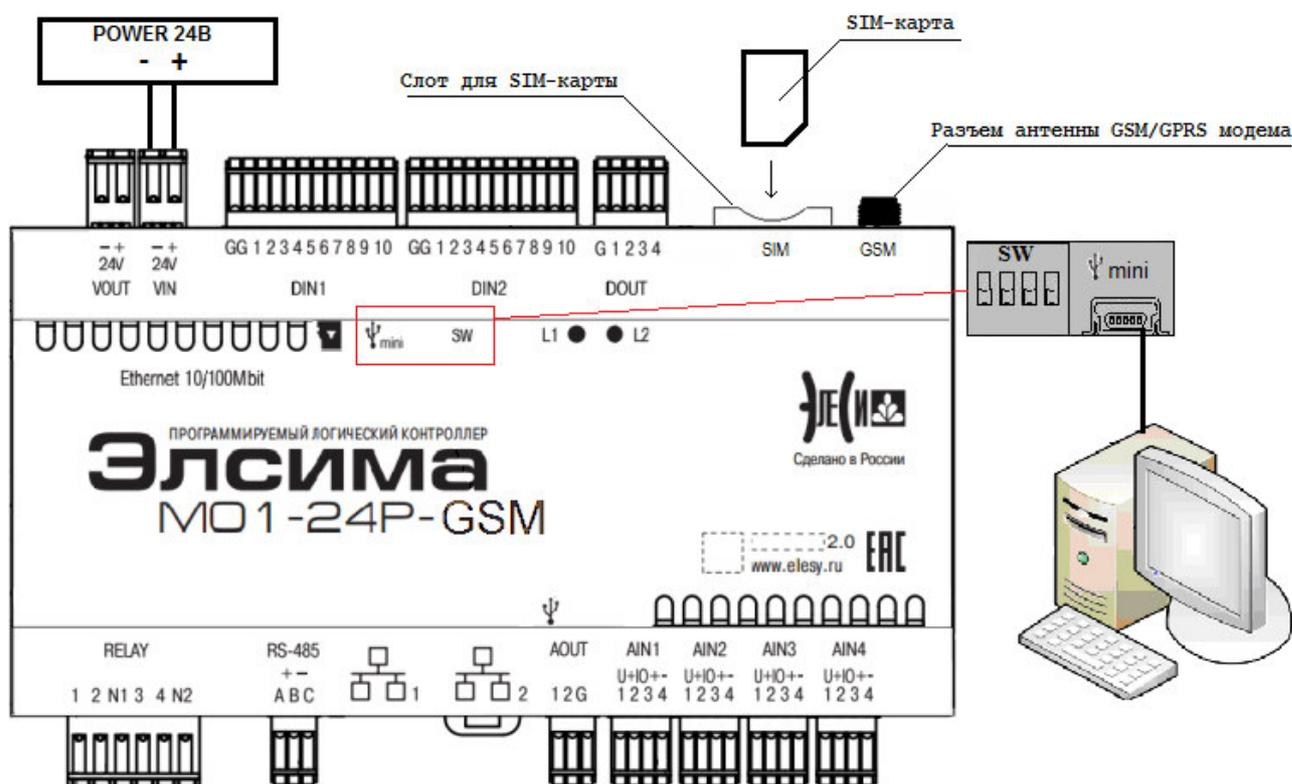

Рисунок 2.1 – Схема подключения контроллера и модуля УВВ
1. Установить SIM-карту в соответствующий слот «SIM» контроллера Элсима контактами в сторону крепления к DIN-рейке скошенным углом вниз (рисунок 2.1).
4. Подключить контроллер к компьютеру путем соединения разъема «mini-USB тип В» (USB2, « mini») ПЛК кабелем USB с ПК (рисунок 2.1), используя драйвер виртуальной сети RNDIS. Подробную информацию о драйвере можно найти в документе «Контроллер программируемый логический Элсима. Руководство по эксплуатации».